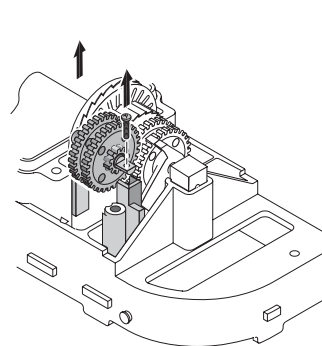

**Figura 22**
1. Remueva de la parte superior del limpiador la acopladura de conexión giratoria (Figura 22) haciéndola girar 1/4 de vuelta hacia la izquierda y jalándola hacia arriba.